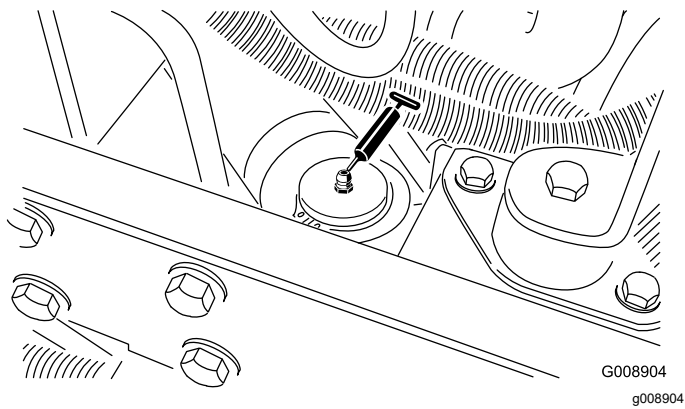

Figure 43
- Mécanisme de réglage du point mort (Figure 43)
- Vérin de direction (Figure 43).